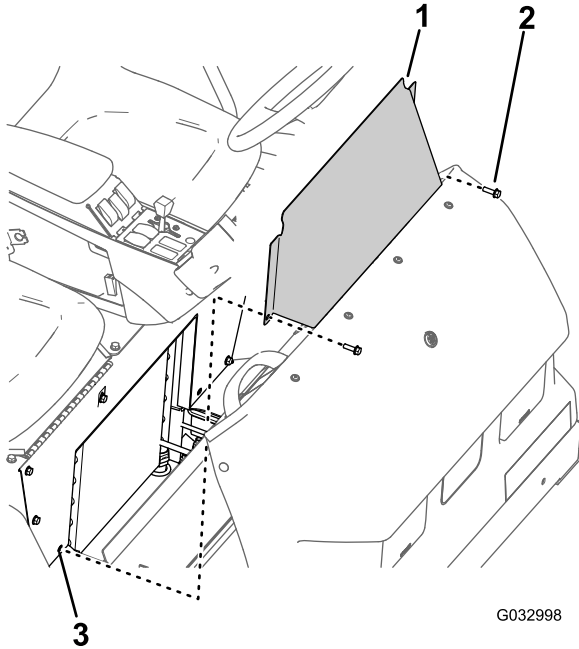

Figure 64
1. Retirez les 2 boulons à embase qui fixent le panneau d'accès à la base du siège (Figure 64).
2. Déposez le panneau d'accès à la base du siège de la machine (Figure 64).
1. Alignez les trous du panneau d'accès et les trous dans la base du siège (Figure 64).
2. Fixez le panneau d'accès à la base du siège au moyen des 2 boulons à embase (Figure 64) retirés à l'opération 1 de la section Dépose du panneau d'accès à la base du siège (page 57).